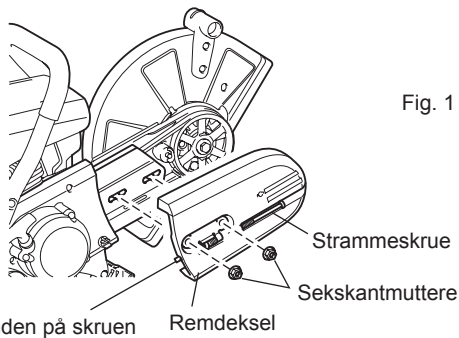

Fig. 1
- Løsne sekskantmutterne, og dreii strammeskruen mot venstre til enden på skruen er synlig. (Fig. 1)
- Fjern sekskantmutterne, og fjern deretter remdekslet. (Fig. 1)